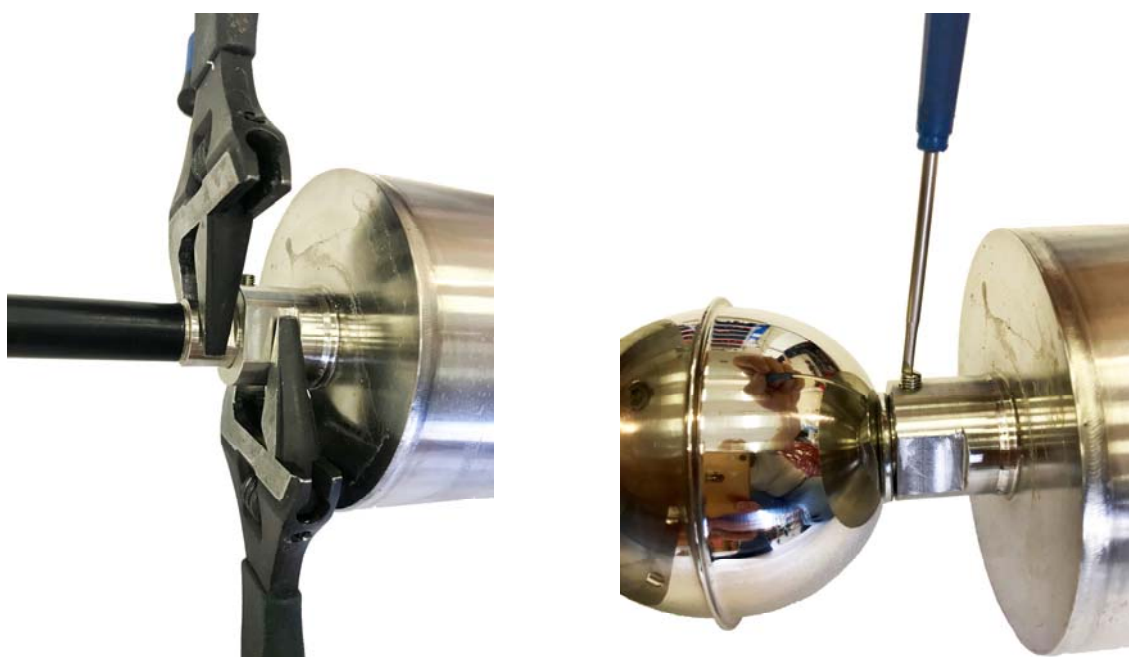

Рисунок 6 – Фиксирование колокола на внешнем корпусе
7. Привинтите колокол (10) к соединительному штуцеру внешнего корпуса. При помощи двух гаечных ключей с большим усилием затяните колокол. Зафиксируйте резьбу соединительного штуцера колокола при помощи шлицевой отвертки (рис. 6).